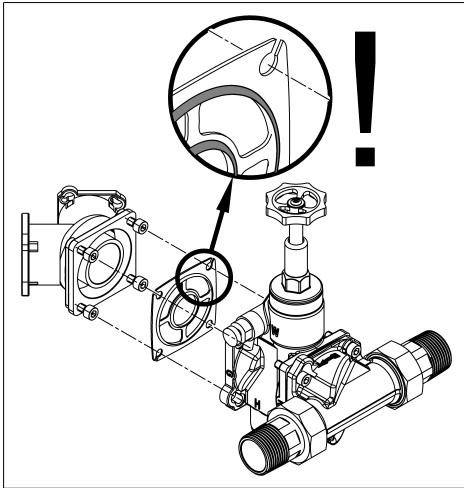

Abb. 6: Profiiflanschdichtung
- Sicherstellen, dass das Profil der Profiiflanschdichtung zum Umgehungsventil zeigt (siehe Abb. 6).